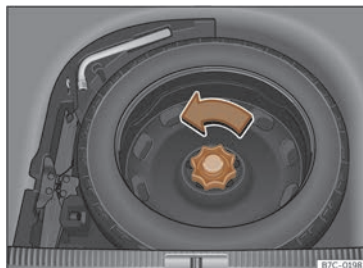

Abb. 205 Im Gepäckraum: hochgeklappter Ladeboden
- Drehen Sie das Rädchen entgegen dem Uhrzeigersinn >>> (Abb. 205).